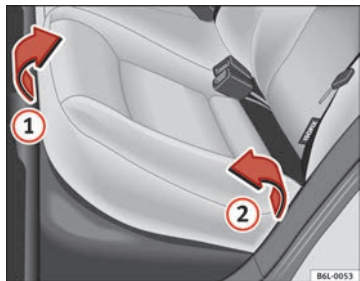
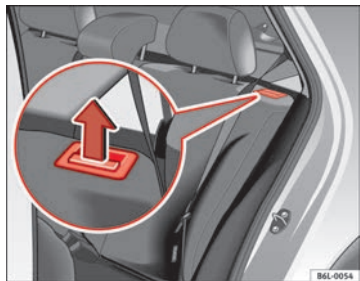

Abb. 74 Die Sitzfläche des Rücksitzes anheben
Abb. 75 Entriegelungstaste der Rücksitzlehne
- Ziehen Sie das Sitzpolster an der Vorderseite ⇒ Abb. 74 ① in Pfeilrichtung nach oben.
- Heben Sie das Sitzpolster ② in Pfeilrichtung nach vorne an.
- Ziehen Sie die Entriegelungstaste ⇒ Abb. 75 in Pfeilrichtung und klappen Sie die Sitzlehne nach vorne.